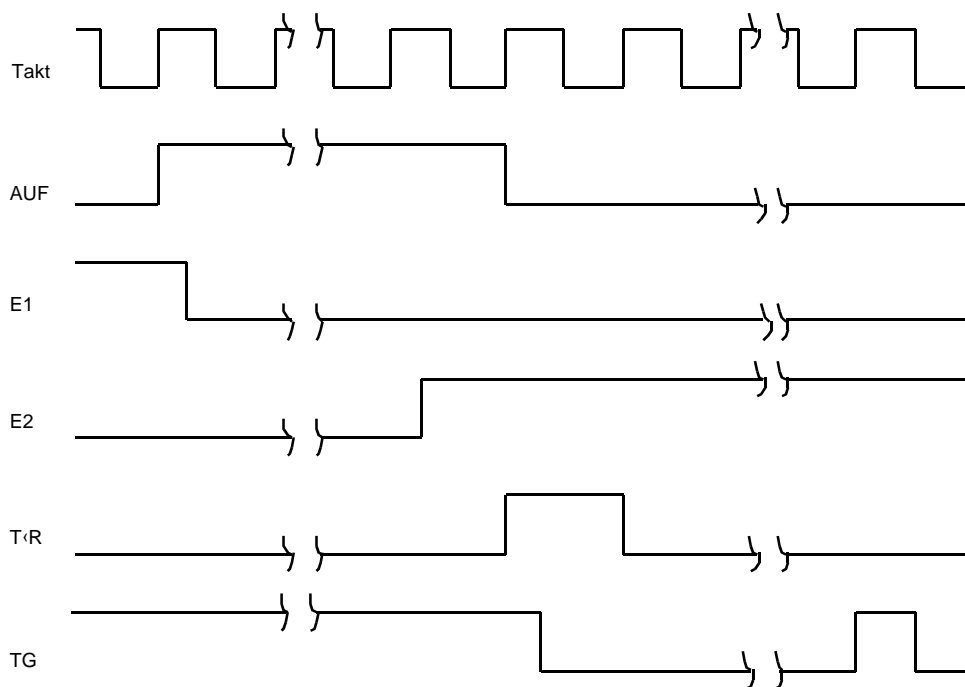

Abbildung 2: Beispiel für einen Ablauf
- Das Steuerwerk werde mit einem langsamen Takt betrieben (ca. 1Hz). Es kann daher angenommen werden, daß nach einem Fahrbefehl das entsprechende Stockwerkssignal (E1..E3) vor der nächsten Taktflanke bereits zurückgesetzt ist (siehe Bild 2).